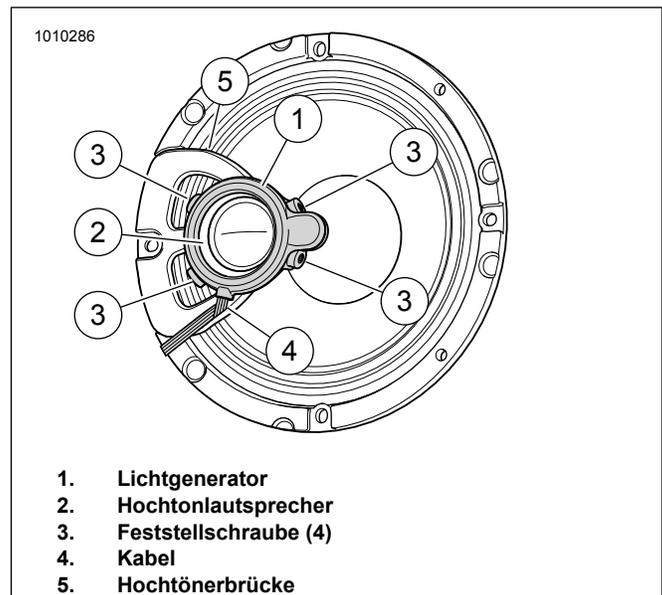

Abbildung 10. Lautsprecher, Hochtönlautsprecher, Hochtönerbrücke und LED-Beleuchtung
Siehe Abbildung 10. Den Lichtgenerator (1) wie dargestellt auf die Hochtönerbrücke (2) setzen. Lichtgenerator leicht andrücken.